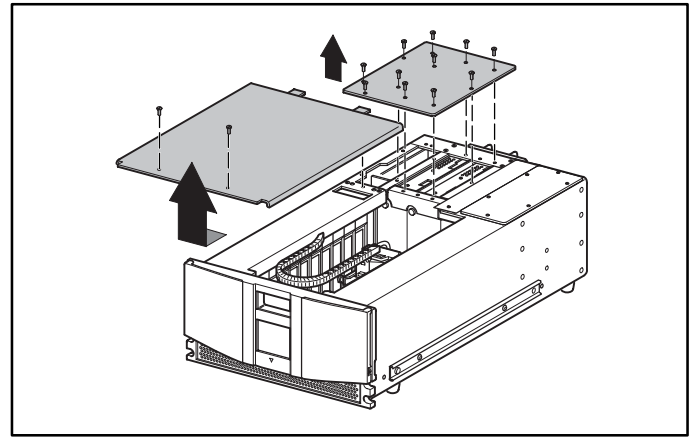

Figure 2 : Retrait des caches
5. Retirez le cache principal avant (deux attaches). Reportez-vous à la figure 2.